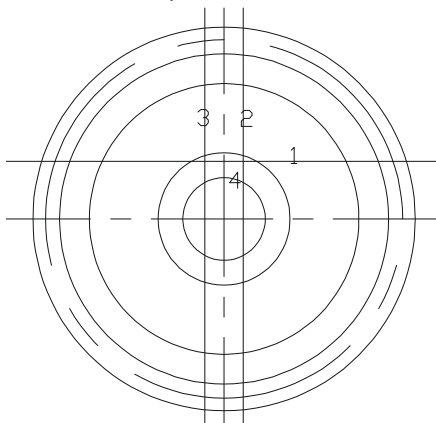
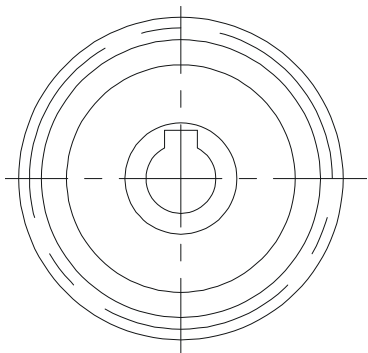

图 7-1-7
图 7-1-8
STEP 02 把刚才偏移出来的虚线转化成为实线。选择刚才偏移出来的虚线，在“图层”工具条上单击下拉三角符号，在下拉出的内容中选择粗实线图层即可。效果如图 7-1-7 所示。剪切掉多余的线段，效果如图 7-1-8 所示，其具体操作如下：
选择对象：找到 1 个 // 选择如图 7-1-7 所示的直线 1
选择对象：找到 1 个，总计 2 个 // 选择如图 7-1-7 所示的直线 2
选择对象：找到 1 个，总计 3 个 // 选择如图 7-1-7 所示的直线 3
选择对象：找到 1 个，总计 4 个 // 选择如图 7-1-7 所示的圆 4
选择对象： // 右击结束命令，效果如图 7-1-8